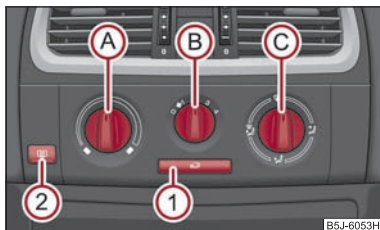

Fig. 90 Încălzirea: Elementele de comandă
Admisia aerului prin fiecare fantă de ventilație se reglează de la regulatorul ⇒ pagina 81, fig. 90. Fantele de ventilație **3** și **4** se pot deschide și închide separat.
- Rotiți regulatorul rotativ **(A)** ⇒ fig. 90 spre dreapta pentru a mări temperatura.